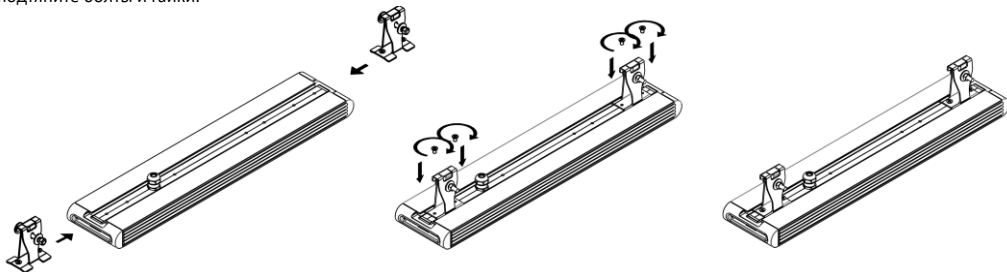

Рисунок 12 — Установка крепления Трос (на примере Element 0,5x1).
5.10.3. Оденьте крепление на трос. При необходимости разведите лепестки крепления (см. рисунок 12).